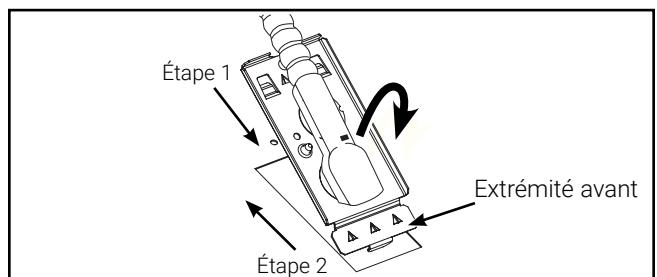

Figure 5.
- Étape 1 : Pour insérer la plaque d'accès, faites-la pivoter jusqu'à ce que l'extrémité avant soit à l'intérieur du chemin de câble (Figure 5).